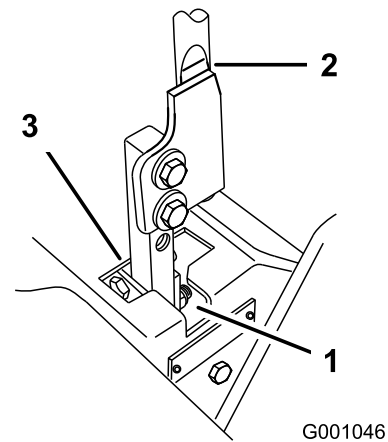

Bild 96
5. Schieben Sie den Hebel in die Neutral-Stellung (nicht arretiert) (Bild 96).
6. Ziehen Sie den Hebel zurück, bis der Lastösenbolzen (am Arm unter der Gelenkwelle) das Schlitzende berührt (und soeben Druck auf die Feder ausübt), wie in Bild 96 abgebildet.
7. Prüfen Sie, ob der Fahrtriebshebel relativ zur Kerbe im Armaturenbrett ist (Bild 96).